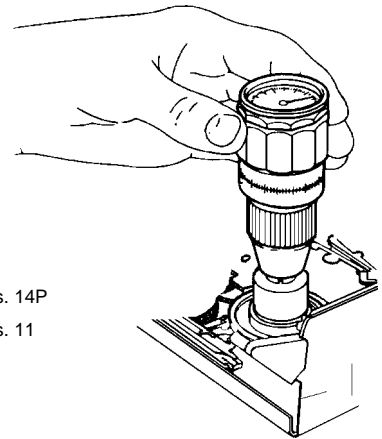

Fig. 28
- Placer le couplemètre sur le plateau d'enroulement droit (Fig. 28).
- Tourner jusqu'à ce que l'affichage du couplemètre soit stable (Fig. 28).
- Placer le couplemètre sur le plateau d'enroulement droit et le tourner dans le sens inverse des aiguilles d'une montre jusqu'à ce que le plateau d'enroulement patine légèrement (Fig. 28).
- Place the torque meter on the right reel (Fig. 28).
- Keep turning until the reading on the torque meter does not change any more (Fig. 28).
- Place the torque meter on the right reel and turn the latter counter-clockwise until the reel just starts to slip (Fig. 28).